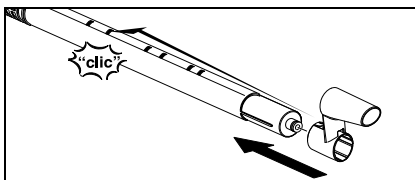

Fig. 2
- ➔ Skyv festekroken (G3) inn til det andre hakket ovenfra på forlengerrøret (G1) samtidig som åpneknappen holdes inntrykt. Når åpneknappen frigjøres må festekroken gå i inngrep (se fig. 2).